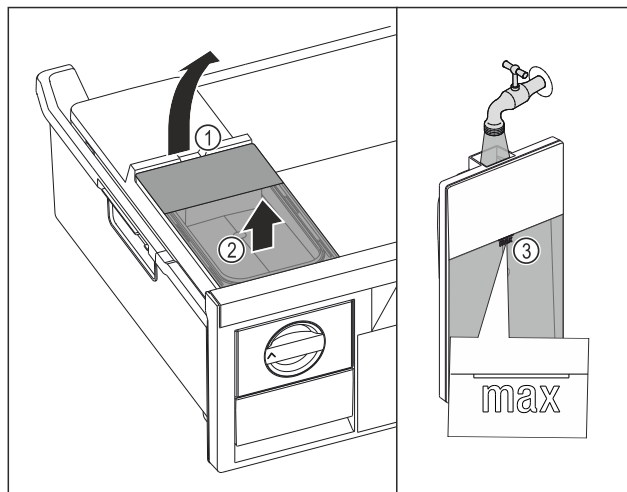

Fig. 97
- Emelje fel a víztartályt a kivágásnál Fig. 97 (1).
- Felfelé vegye ki a víztartályt. Fig. 97 (2)
- Ivóvízzel töltsse fel a jelölésig Fig. 97 (3) a víztartályt.